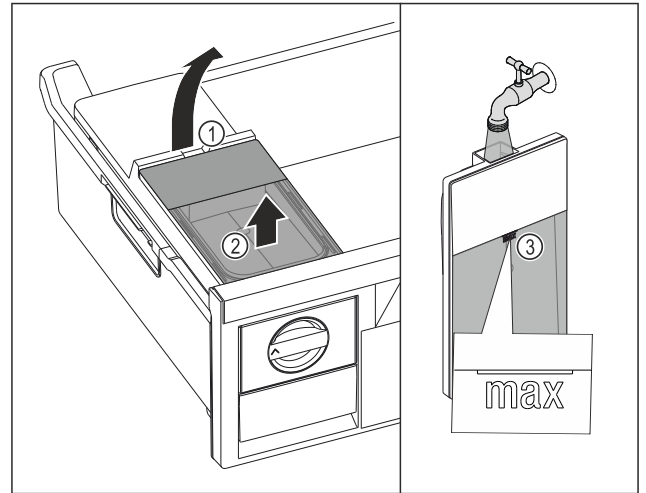

Fig. 91
- ▶ Wassertank an der Aussparung Fig. 91 (1) anheben.
- ▶ Wassertank nach oben entnehmen. Fig. 91 (2)
- ▶ Wassertank bis zur Markierung Fig. 91 (3) mit Trinkwasser befüllen.